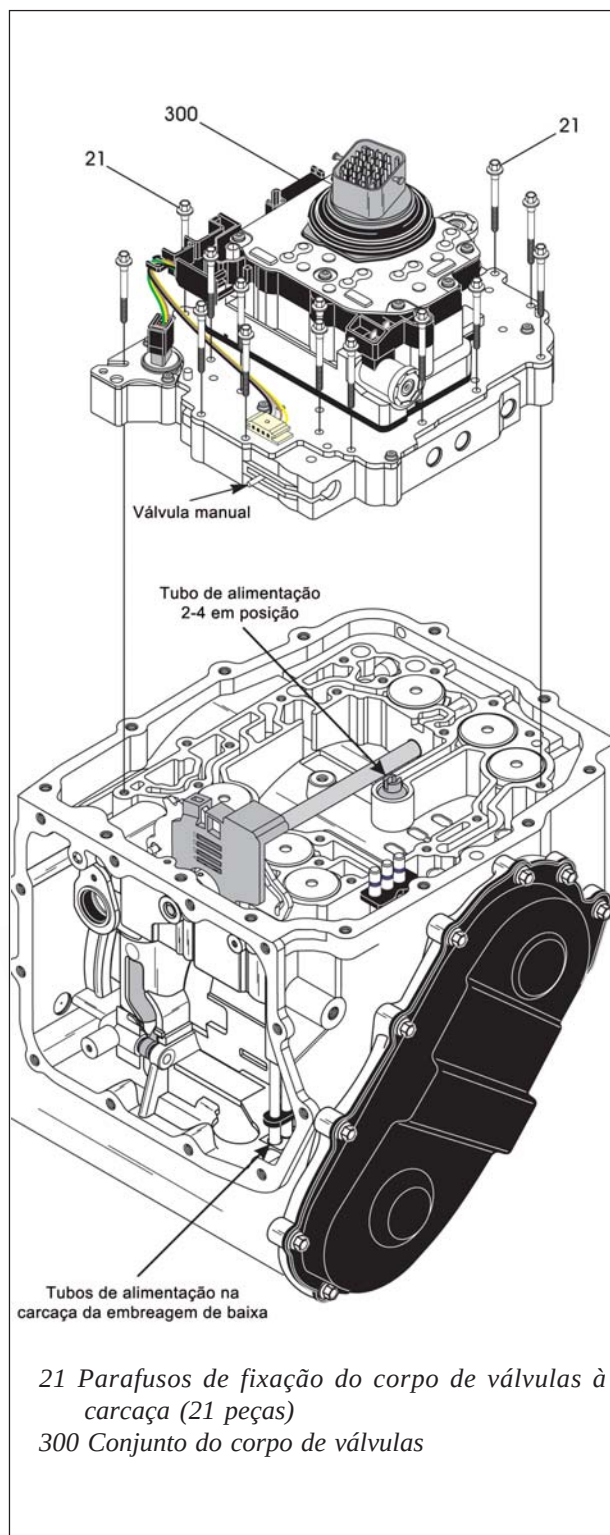

Figura 277
84. Certifique-se que os tubos de alimentação estejam completamente assentados na carcaça da embreagem de baixa, conforme mostra a figura 277.
85. Certifique-se que o tubo de alimentação da embreagem 2-4 esteja completamente assentado, conforme indicado pela figura 277.
86. Instale o conjunto finalizado do corpo de válvulas, conforme mostra a figura 277, encaixando os tubos de alimentação no corpo de válvulas e válvula manual dentro da cavidade da alavanca de retenção.
87. Instale os 21 parafusos de fixação do corpo de válvulas à carcaça, conforme mostra a figura 277, utilizando uma chave soquete 7 mm.